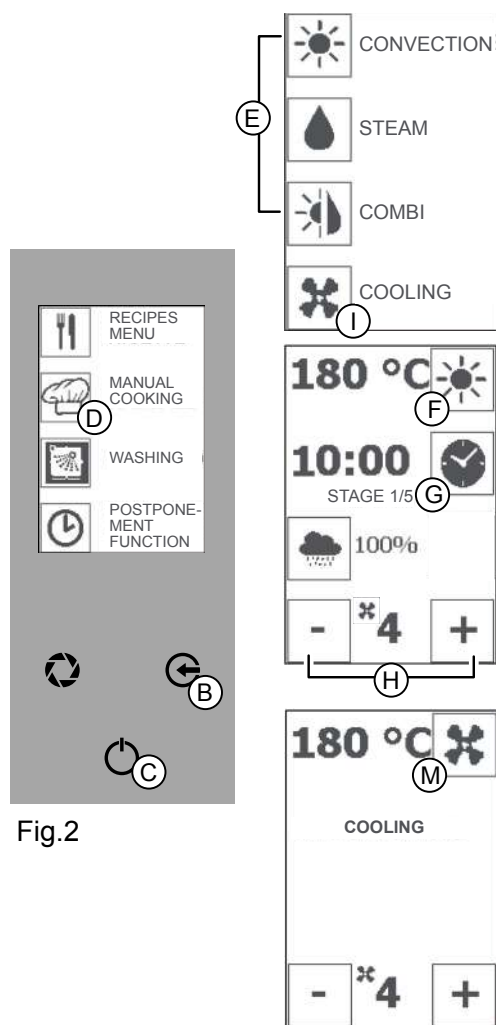

Fig.2
Pulse el icono “COCCIÓN MANUAL ” (Fig 2/D) y el tipo de cocción que desee (Fig 2/E).
2. Pulse los iconos “MENOS” y “MÁS” (Fig 2/H) para configurar un valor comprendido entre 1 y 6.
Pulse varias veces la tecla “ESC” (Fig 2/B) para interrumpir la función y volver a la pantalla inicial.
2. Pulse durante 3 segundos el icono “TEMPERATURA” (Fig 2/F).
Pulse la tecla “ENTRAR” (Fig 2/C) para activar la función.
Pulse la tecla “ENTRAR” (Fig 2/C) y la tecla “ESC” para detener el precalentamiento y volver a la pantalla inicial.
Quando finaliza el precalentamiento, aparece el mensaje “CARGAR” (Fig. 2 - Pantalla 2). Abra la puerta e introduzca el producto. Una vez finalizada la carga, cierre la puerta del horno. Comienza la cocción deseada.
Pulse el icono “COCCIÓN MANUAL ” (Fig 2/D) y el icono “ENFRIAR” (Fig 2/I).
Pulse el icono “RESPIRADERO” (Fig 2/M) y con los iconos “MENOS” y “MÁS” (Fig 2/H) configure la temperatura deseada **hasta un mínimo de 40°**. Pulse la tecla “ENTRAR” (Fig 2/C) para activar la función.
En el display aparece la pantalla correspondiente (Fig 2/L)
Pulse varias veces la tecla “ESC” (Fig 2/B) para volver a la pantalla inicial.